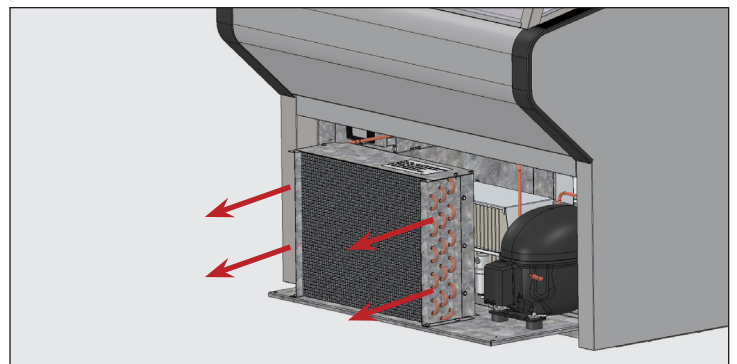

Abb. 6. Die Verflüssigereinheit vorsichtig herausziehen.
8. Schieben Sie den Verflüssiger vorsichtig heraus (die Schlauchverbindungen sind flexibel). Die Spule vorsichtig mit Druckluft oder CO2 durchblasen, bis sie sauber ist. Siehe Abb. 6.